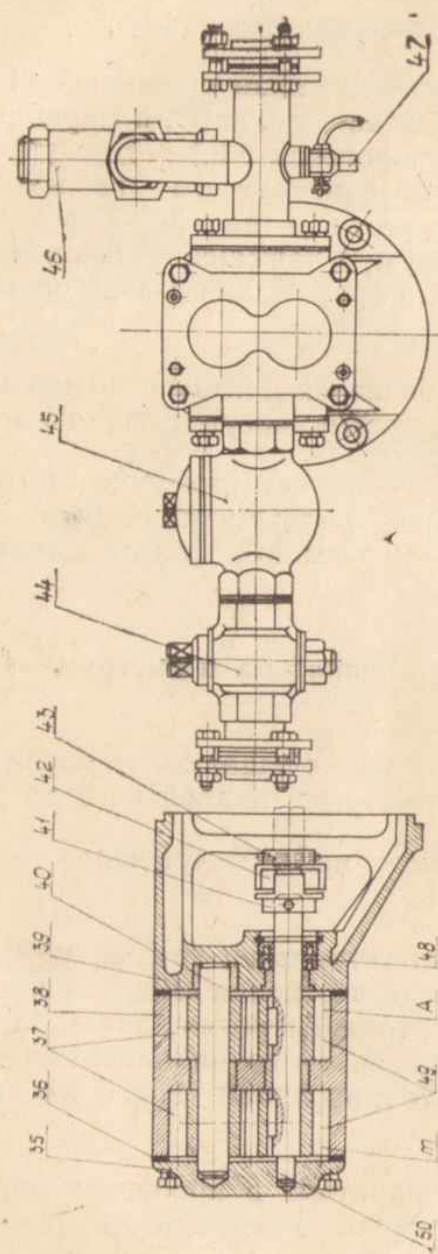

Рис. 9. Насос:
## Н а с о с (рис. 9)
5. Проходной кран 44 (рис. 9), установленный на всасывающей магистрали перед фильтром, перекрыть.